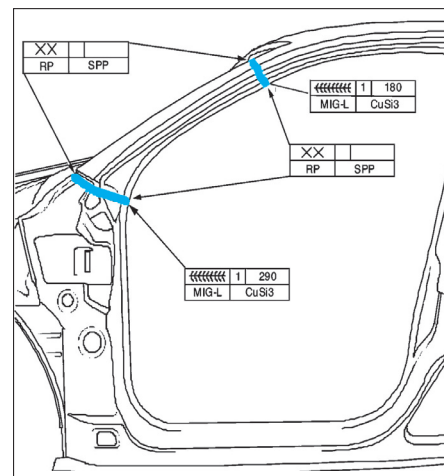

FIG. 40
- Effectuer les cordons puis les points de soudure de la partie supérieure de montant A (fig. 40).